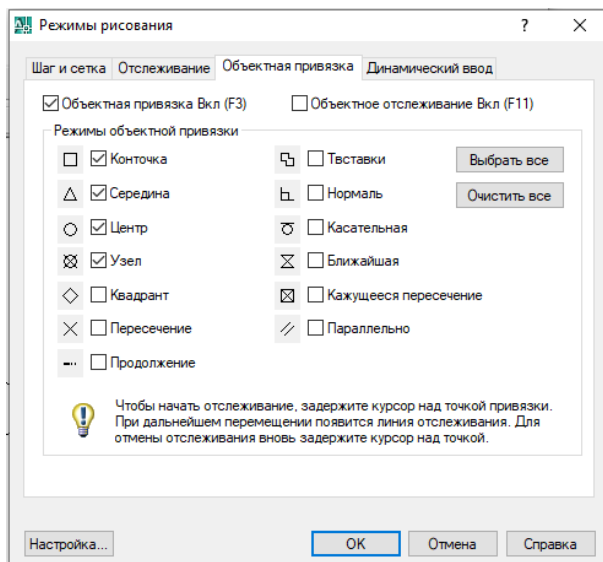

Рисунок 2.6 Диалогове вікно **Режимы рисования**
Небажано постійно включати такий режим об'єктної прив'язки, як **Ближайшая**, оскільки це призведе до відстеження всіх найближчих точок усіх об'єктів (рисунок 2.6). У цьому вікні знизу є кнопка **Настройка**, клацання по якій відкріє вікно установки параметрів, показане рисунку 2.7.
- у вікні **Режимы рисования** (рисунок 2.6) у закладці **Объектная привязка** є прапорець **Объектная привязка Вкл (F3)**. Встановлення або зняття прапорця, пов'язаного з ним, призводить до увімкнення або вимкнення режиму;